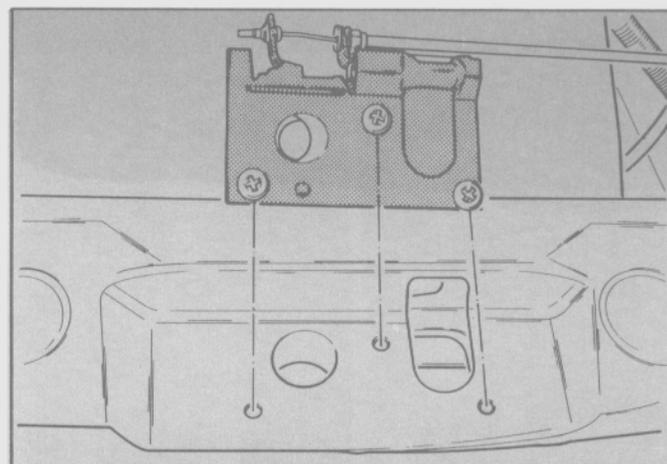

Fig. 100
- Retirar los tornillos de sujeción de la cerradura del capó y sacar la misma del panel (Fig. 100).